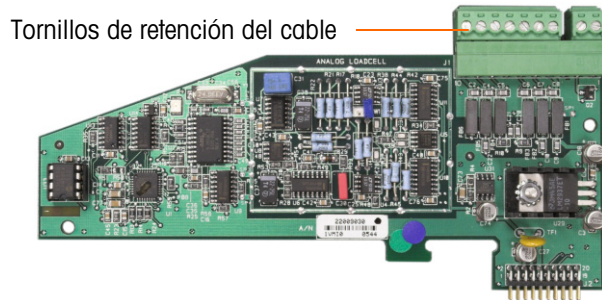
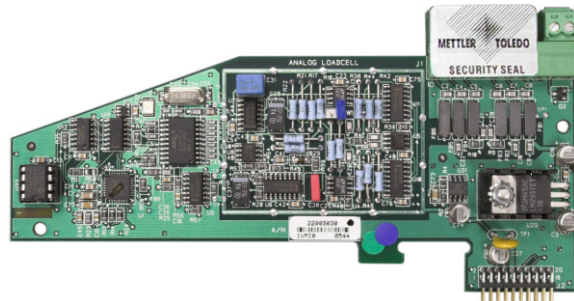

Figura 2-114: Conexión de la tarjeta opcional sin protección
Figura 2-115: Sello de seguridad instalado
13. Instale la tapa de seguridad para impedir el acceso a S-1, el interruptor de seguridad de metrología indicado en la Figura 2-114, y los interruptores del PCB principal.
14. Para proteger el o los cables de interconexión de las celdas de carga (fijos en las tarjetas opcionales), debe colocarse un sello de seguridad sobre las conexiones para asegurar que éstos no sean retirados o desconectados. El sello también impide el acceso a los tornillos retenedores del cable indicados en la Figura 2-114. La Figura 2-115 muestra un sello instalado.